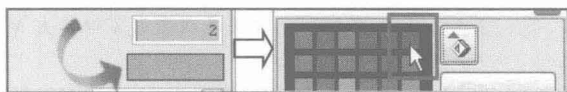

图 1.11 编辑对象的颜色显示
(5) 平移视图：单击“平移 (Pan)”按钮→按住 MB1 并移动光标→释放鼠标按键→单击 MB2 关闭平移功能；同时按下 MB2 和 MB3 并移动光标→释放按键。
(6) 动态缩放视图：单击“动态缩放 (Zoom In/Out)”光标→将光标置于图形窗口的中心附近→按下 MB1 并上下移动光标→释放鼠标按键，单击 MB2 关闭动态缩放功能；同时按下 MB1 和 MB2 并移动光标也可以执行同样的操作。
(7) 窗口缩放：单击“Zoom”按钮→按下 MB1 并拖动一个矩形→释放鼠标按键，系统将矩形框内的内容显示到全屏幕。
(8) 单击“Fit”按钮, 系统切换所有部件到全屏显示。
(9) 改变部件的外观：选择【编辑】/【对象显示】命令→选择实体→单击按钮→在编辑对象显示对话框中单击“颜色 (Color)”方框 (如图 1.11 所示)→在调色对话框中选择一种颜色→OK，系统完成部件颜色的修改。